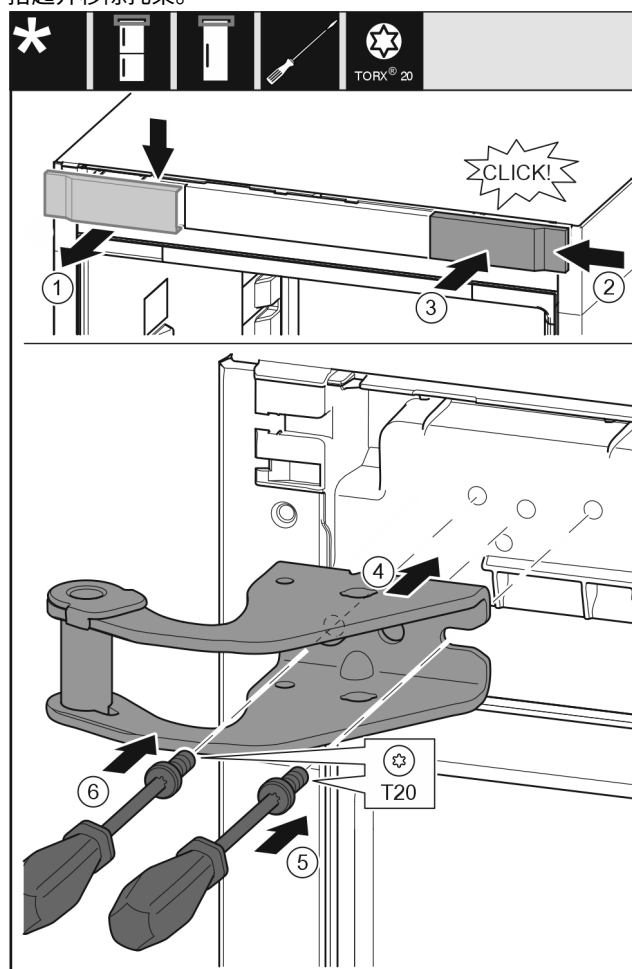

Fig. 12
- ▶ 从上方朝前取下盖板。 Fig. 12 (1)
- ▶ 将盖板旋转 180° 至另一侧从右边挂上。 Fig. 12 (2)
- ▶ 卡入盖板。 Fig. 12 (3)
- ▶ 装上方方的托架。 Fig. 12 (4)
- ▶ 用 T20 螺丝刀放上并旋紧螺钉。 Fig. 12 (5)
- ▶ 用 T20 螺丝刀安装并旋紧螺钉。 Fig. 12 (6)